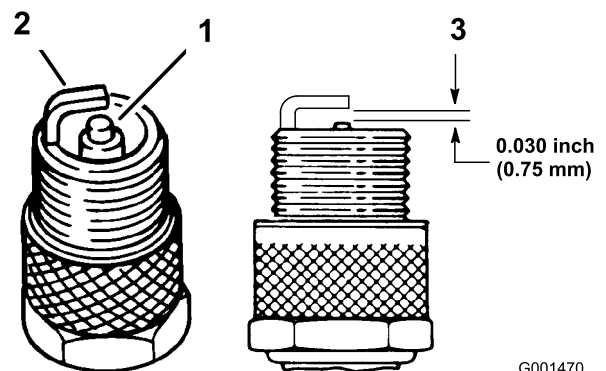

Figura 39
1. Mire la parte central de la bujía (Figura 39). Si se observa un color gris o marrón claro en el aislante, el motor está funcionando correctamente. Si el aislante aparece de color negro, significa que el limpiador de aire está sucio.
3. Compruebe la separación entre los electrodos central y lateral (Figura 39).
Nota: Si la distancia no es correcta, doble el electrodo lateral (Figura 39).
3. Conecte el cable de la bujía (Figura 39).